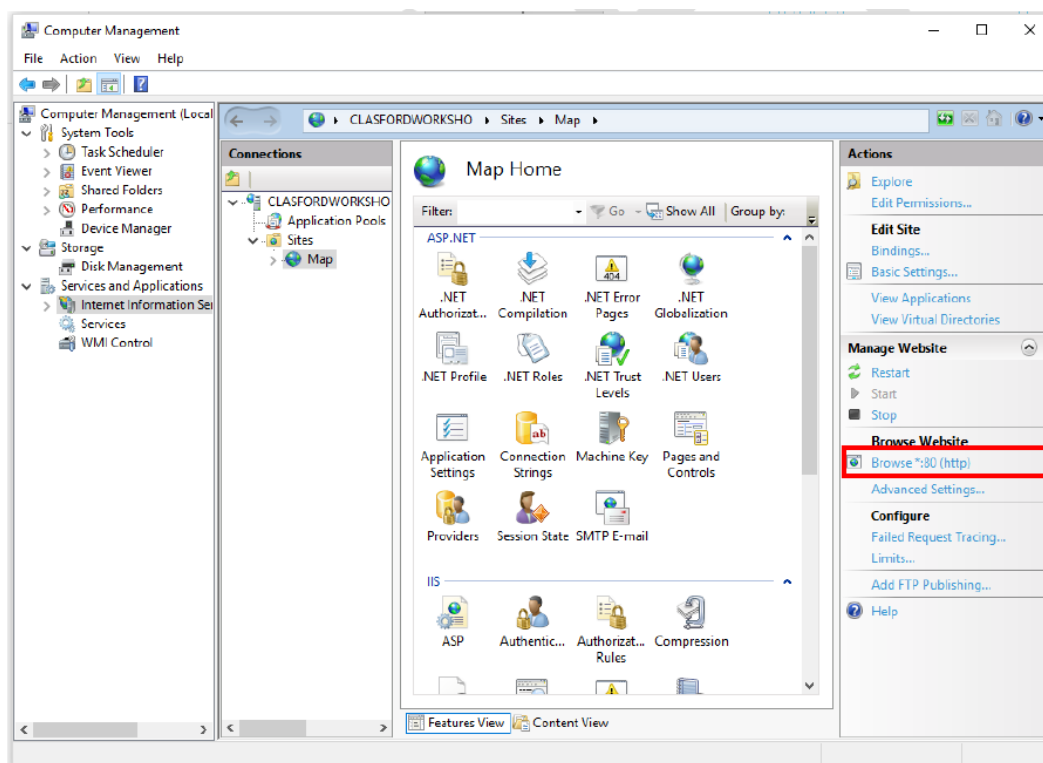

Рисунок 37. Диспетчер служб IIS – просмотр\*: 80 02 (http)
- е) Измените существующие привязки, как показано на рис. 37, и укажите в параметре «Port (O)» (Порт (выход)) значение по умолчанию «8002». Указанный номер порта должен совпадать с номером порта службы онлайн-карт в службе IIS.